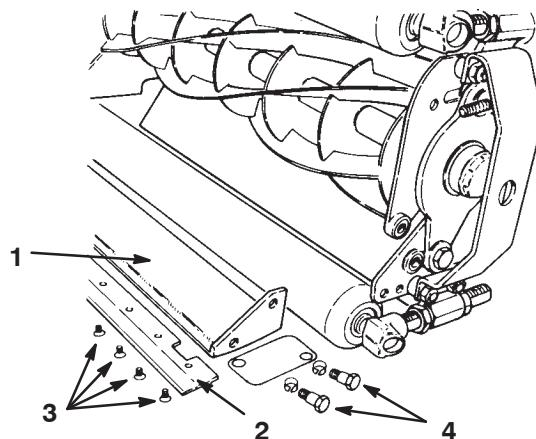

Figure 26
- Retirez les vis de fixation de la contre-lame et dissociez la contre-lame de la barre (Fig. 26). Mettez les vis au rebut.